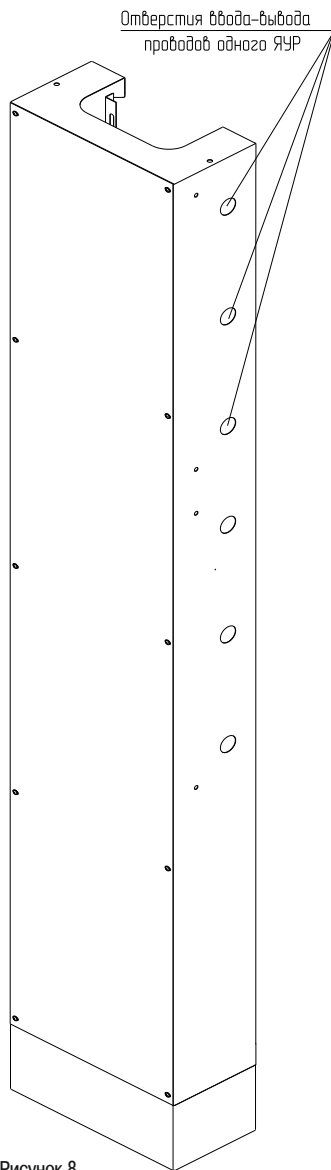

Рисунок 8
5.7 На коробе КЭТ, со стороны, где будет установлен ЯУР, удалите металлические заглушки или одну, если ввод и вывод проводов будет производиться через одно окно (рисунок 8).